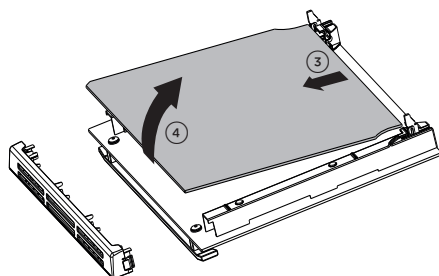

Fig. 10.17
- Sollevare ed estrarre delicatamente il vetro interno sganciandolo dagli arresti inferiori. Non inclinare troppo il vetro per evitare di danneggiarlo (fig. 10.17).